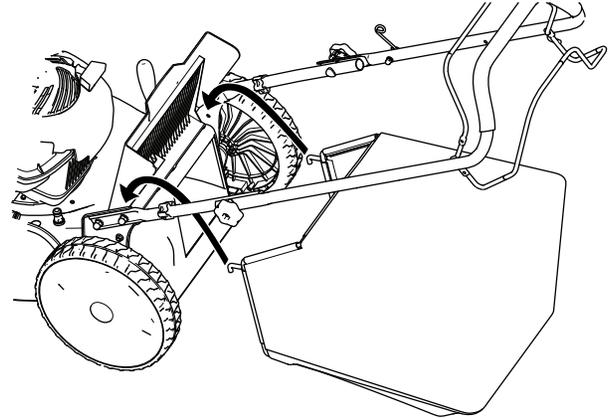

Figura 18
3. Montate il cesto di raccolta, accertandovi che i suoi perni siano inseriti nelle tacche presenti sulla stegola (Figura 18).
1. Sollevare lo sportello posteriore e tenetelo sollevato (Figura 18).